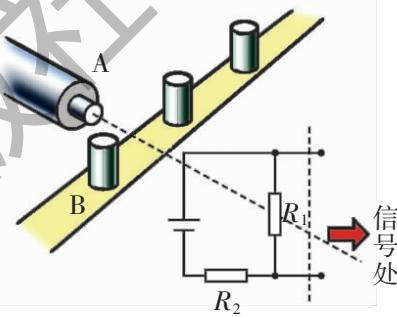

图 3-2
2. 如图 3-2 所示为光敏电阻自动计数器的示意图, 其中 A 是发光仪器, B 是传送带上物品, R_1 为光敏电阻, R_2 为定值电阻, 此光电计数器的基本工作原理是 ().